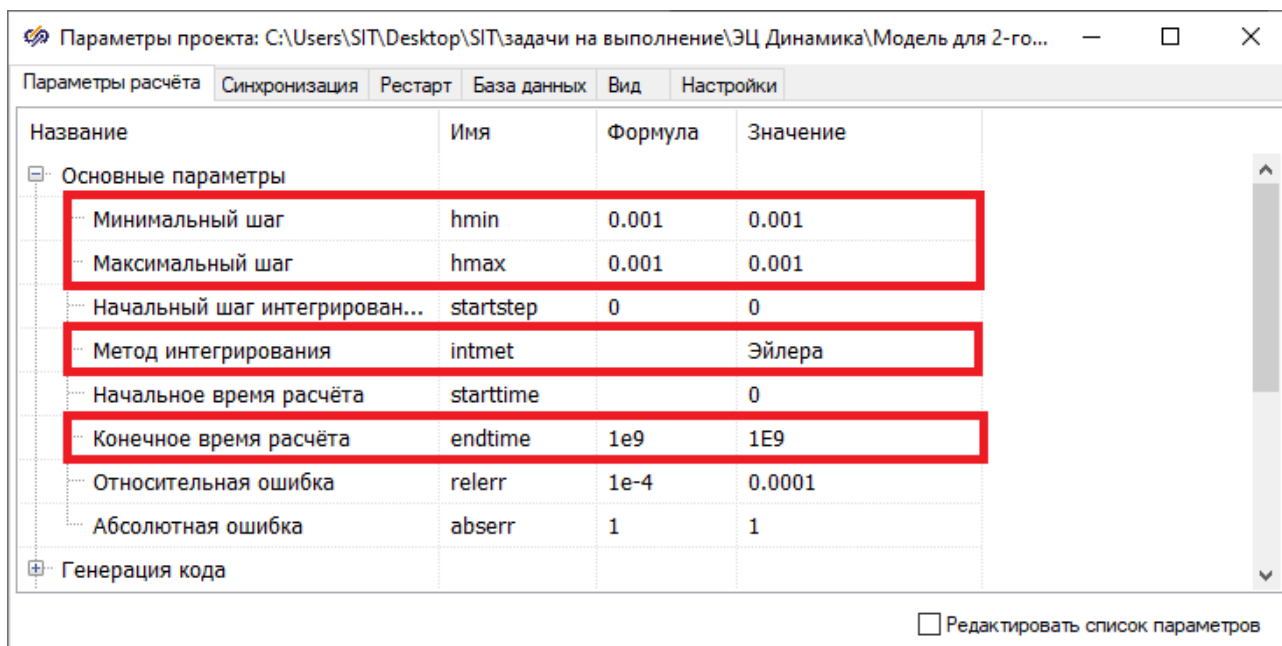

Рисунок 5.7.1. Окно «**Параметры проекта**» – вкладка «**Параметры расчёта**».
- 2) В появившемся окне параметров проекта на вкладке «**Параметры расчета**» установите новые значения параметров (Рисунок 5.7.1):